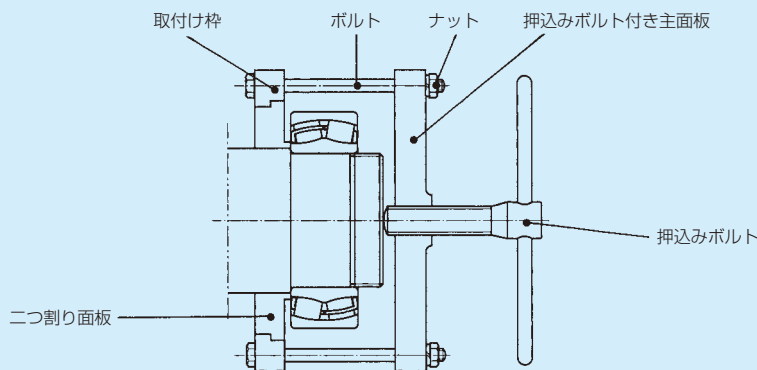
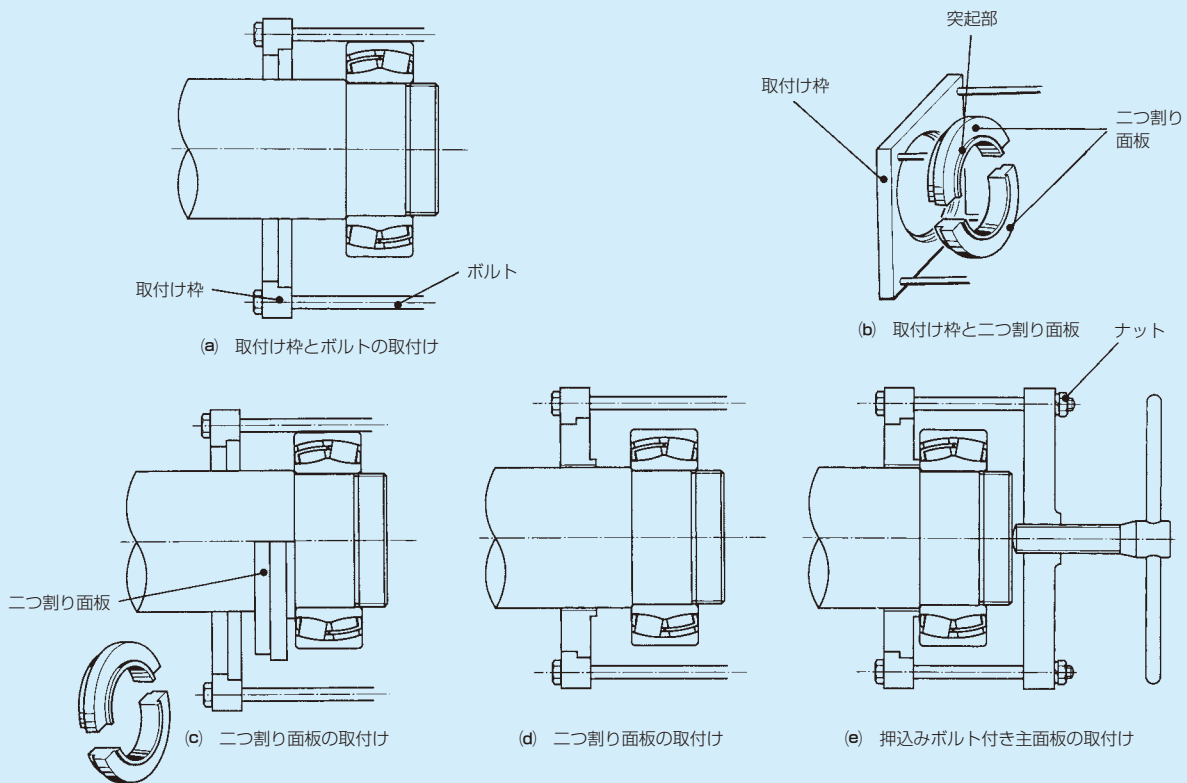

図7.1 特殊プーラの取付け状況
図7.2 特殊プーラを用いる方法
取外し治具で、一般的によく使用される特殊プーラ（図7.1）の使用方法は 図7.2 を参照ください。特殊プーラの構造は図に示すように、\*押込みボルト付き主面板、二つ割り面板、取付け枠及び四本のボルトとナットから構成されています。
（このため、取付け枠の二つ割り面板を装着する部分の径は、取外す軸受の外径より大きいことが必要です。）（図7.2 (a)）
端面を軸受内輪端面に当てて、各々の二つ割り面板で軸を抱く形に組みます（図7.2 (b), (c)）。スペーシングが使用されているものには、各々の二つ割り面板の内径の突起部の端面を反軸端側のスペーシングの端面に当て、各々の二つ割り面板で軸を抱く形に組みます。
- 3) 取付け枠に二つ割り面板を取付けます（図7.2 (d)）。
- 4) 主面板に4本のボルトを通してナットを取付けます（図7.2 (e)）。
- 5) 主面板の押込みボルトを軸の中心にセットし、ゆっくりと回して主面板と取付け枠が平行で安定するように4本のボルトの各ナットで調節します（図7.2 (e)）。